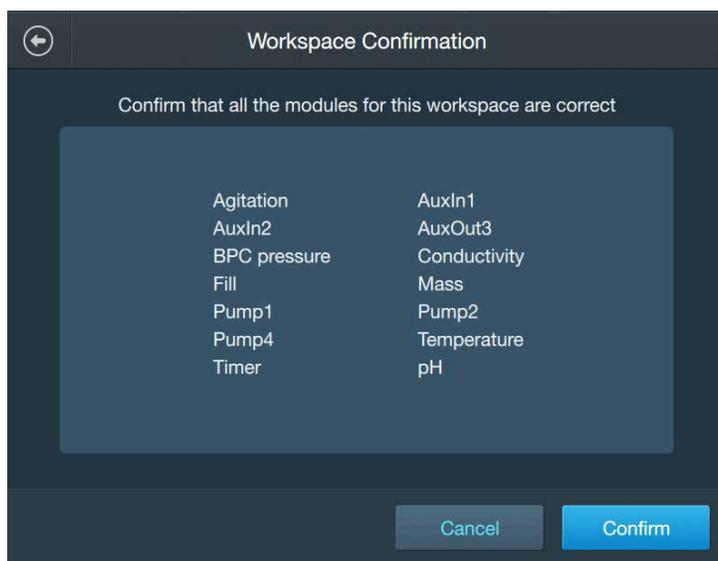

Abbildung 3.15. Bildschirm „Workspace Confirmation“ (Arbeitsbereich bestätigen) des Bildschirms „Home“ (Start).
5. Im daraufhin angezeigten Bildschirm „Workspace Confirmation“ (Arbeitsbereich bestätigen) des Bildschirms „Home“ (Start) werden die Pumpen/Zusatzausgänge und Module angezeigt, die Sie ausgewählt haben (Abbildung 3.15). Tippen Sie auf „Confirm“ (Bestätigen), um sie Ihrem Bildschirm „Home“ (Start) hinzuzufügen. Der nächste angezeigte Bildschirm sieht ähnlich aus, zeigt jedoch die Module an, die dem Bildschirm „Home“ (Start) hinzugefügt wurden. Tippen Sie auf „Open Home Screen“ (Startbildschirm öffnen).